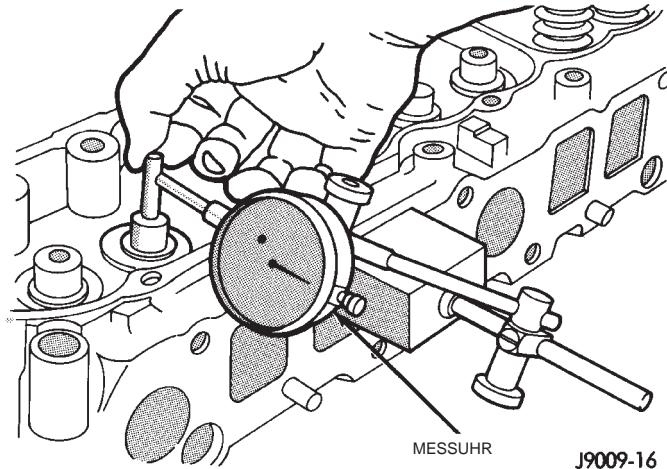

Abb. 67 Messen des seitlichen Ventilschaftspiels
(1) Mit Hilfe einer Meßuhr die seitliche Bewegung (Spiel zwischen Ventilschaft und -führung) bei eingebautem Ventil messen. Die Messung erfolgt direkt über der Führung (Abb. 67).
(2) Das korrekte Spiel beträgt 0,025 - 0,0762 mm (0,001 - 0,003 Zoll). Liegt der Wert außerhalb der vorgegebenen Werte, müssen die Ventilführungen aufgerieben werden, um Ventile mit Übermaß-Ventilschaften aufzunehmen.